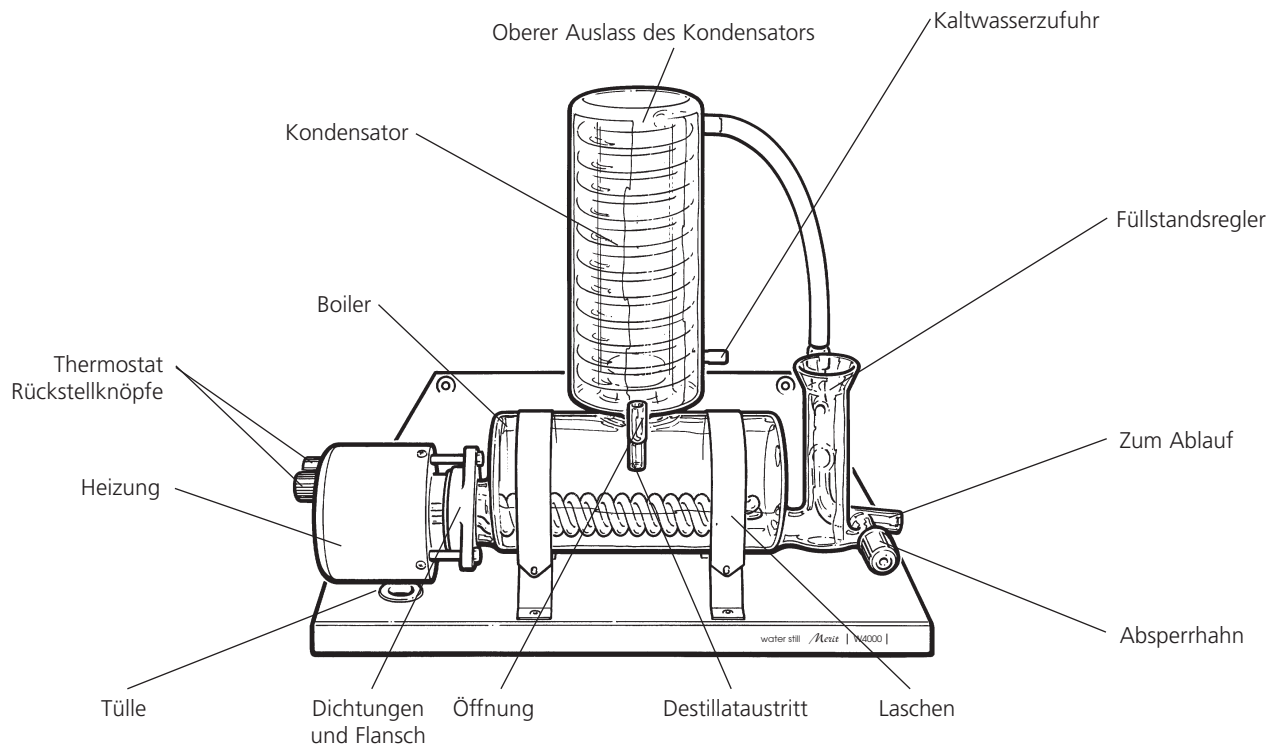

Abbildung 1 Allgemeiner Aufbau
6. Nehmen Sie aus dem Schlauch-Set den 8 mm Kunststoffschlauch (225 mm Länge), der an beiden Ende einen Schraubverbinder aufweist. Schrauben Sie ein Schlauchende in den oberen Kondensatoraustritt und das andere Ende in das Glasgewinde am Füllstandsregler (siehe Abbildung 1). Bei korrekter Montage des Destillier-Apparats besitzt der Schlauch ausreichende Länge und muss nicht unter Zug montiert werden.